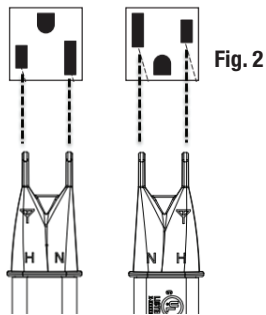

Fig. 2
- Insert the tips as shown in Fig. 2, such that the tips are completely engaged in the receptacle, to ensure the absence of an AC voltage on the Neutral side of the outlet.
- Inserte las puntas tal y como se muestra en la Fig. 2, de manera que las puntas queden enganchadas por completo en el receptáculo para detectar la ausencia de voltaje alterno en el lado neutral del tomacorriente.